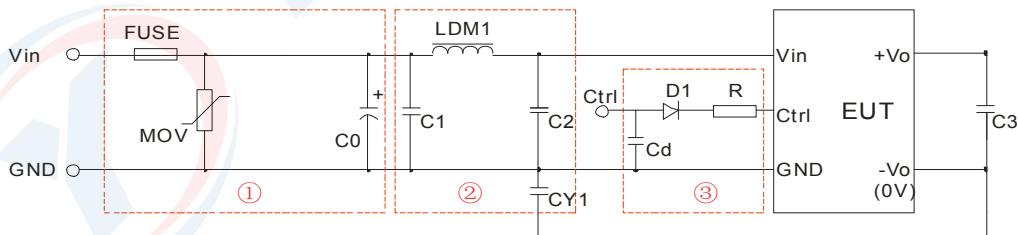

图 3
辐射骚扰	CISPR32/EN55032 CLASS B（推荐电路见图 3-②）
①图 3 中第①部分用于 EMS 测试；第②部分用于 EMI 滤波，可依据需求选择；
②VC 为 Ctrl 端相对于输入地 GND 的电压，VD 为 D1 的正向导通压降，IC 为流入 Ctrl 端的电流，一般取 5-10mA，Ctrl 端外围电路如图 3-③；
③若图中元器件无附其参数说明，则此型号外围中不需要这个元器件。